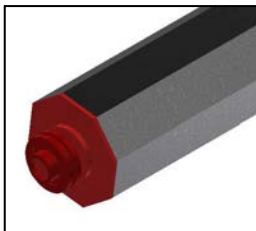

Abbildung 76
- » Walzenkapsel incl. dem Walzenkapsellager auf gegenüberliegender Seite ebenfalls in der Antriebswelle vormontiert (Abbildung 76)